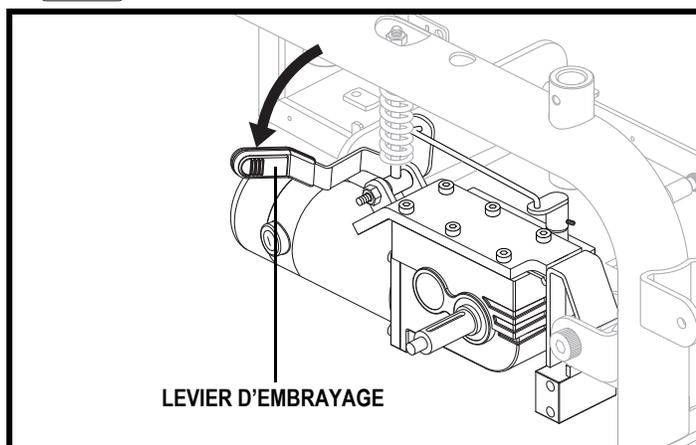

Figure 7. Mode « roues libres » (débrayé)
1. Poussez le levier sur chaque moteur vers le bas pour débrayer le fauteuil et passer au neutre (moteurs désengagés). **Voir la figure 7.**